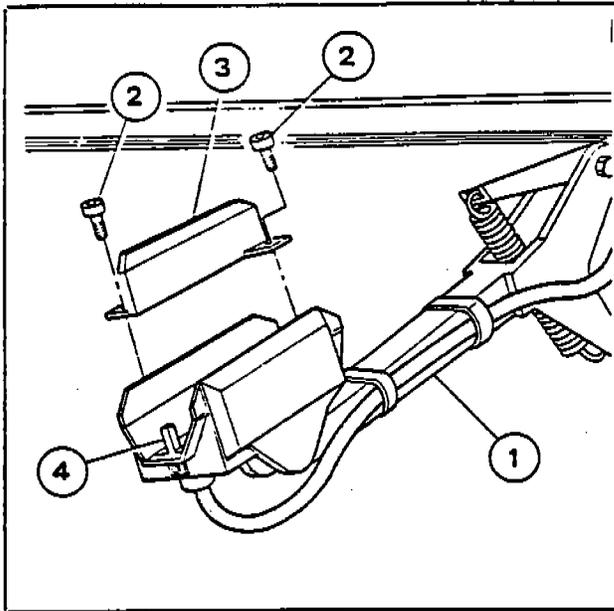

Fig. 40
2) Tirare il braccio (1-Fig. 40) fuori dalla pista rotaia in modo da rendere accessibile l'intervento sulle spazzole.
- 3) Svitare le viti (2-Fig. 40) e sfilare la spazzola (3-Fig. 40).
mm 1 sopra il livello (4-Fig. 40) sostituirle.